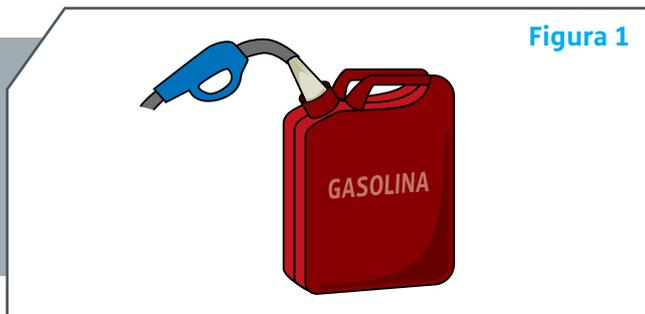

Figura 1
Por otro lado, debemos evitar ubicar el empalme en zonas donde los fierros estén sujetos a máximos esfuerzos (Zonas de Máximos Esfuerzos - ZME). Para los fierros inferiores, esta zona corresponde al tramo central de las vigas y losas (Figura 1). Para los fierros superiores, son las zonas cercanas a los apoyos (columnas) (Figura 2).
En una obra, hay varios materiales que causan estos riesgos. Por ejemplo, aditivos para el concreto, aceites, lubricantes, clavos, gasolina (Figura 1) y disolventes como el thinner. Estas sustancias se convierten en vapores a cualquier temperatura ambiental y pueden inflamarse fácilmente por el calor que producen los trabajos de fuerza, como el esmerilado, la perforación o el lijado.
El **alféizar** es un elemento constructivo que corresponde a la parte baja de la ventana (Figura 1). Lo encontramos en viviendas y en edificios aporricados.
1. Grieta vertical en la zona de unión (Figura 1). Esta grieta hace que el muro falle ante un sismo severo.